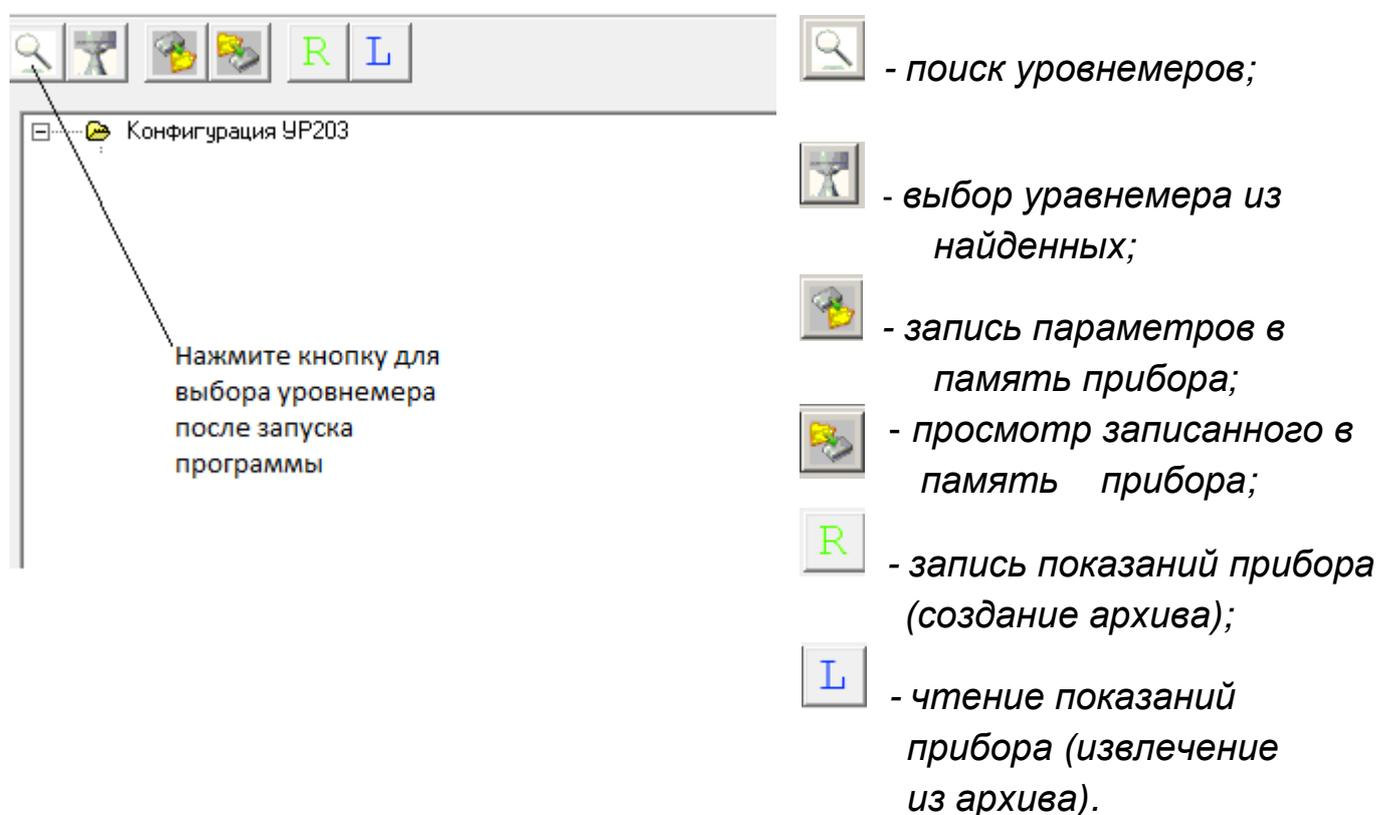

Рисунок 2. Фрагмент главного окна программы и функции кнопок.
- 6) запустить файл УР203. На экране компьютера должно появиться окно «Программа настройки УР203» (рис. 2).